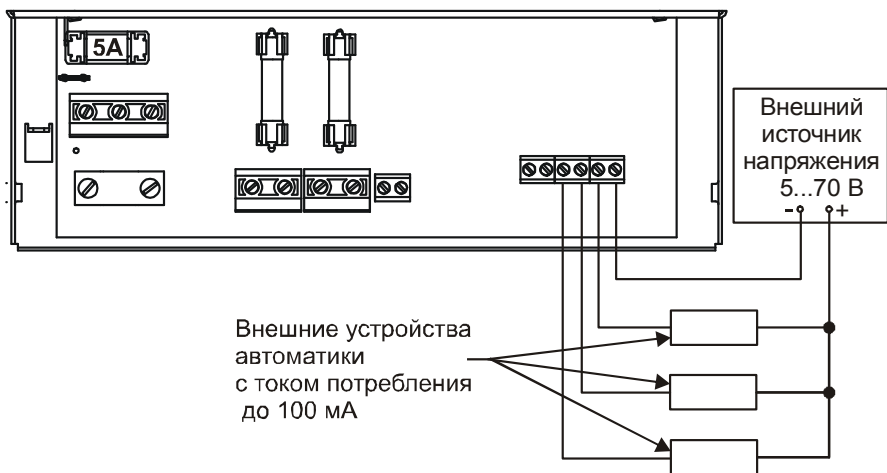
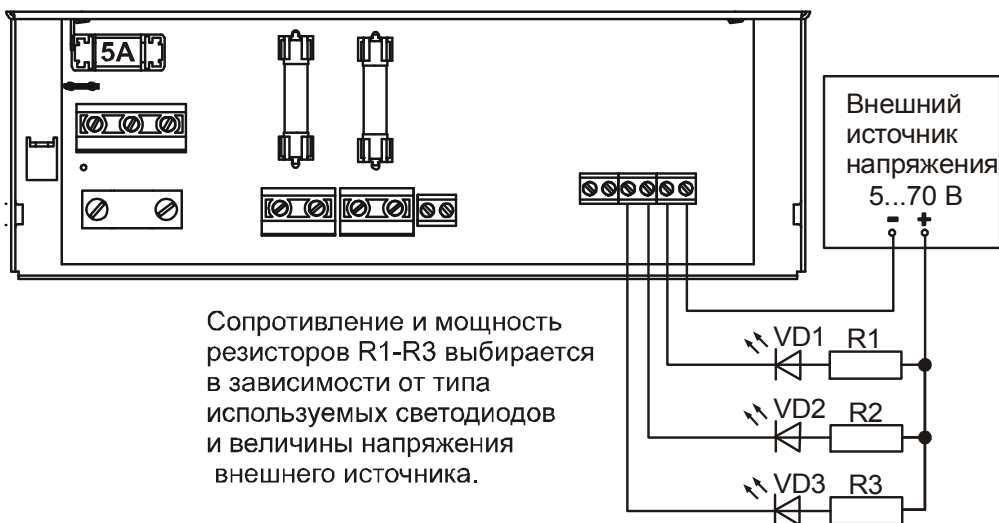

Рисунок 4
Рисунок 5
- ◆ Подключите, при необходимости, внешние устройства автоматике рисунок 4 (или внешние цепи индикации рисунок 5) к выходам типа открытый коллектор «Выход ОК 1», «Выход ОК 2» и «Выход ОК 3».